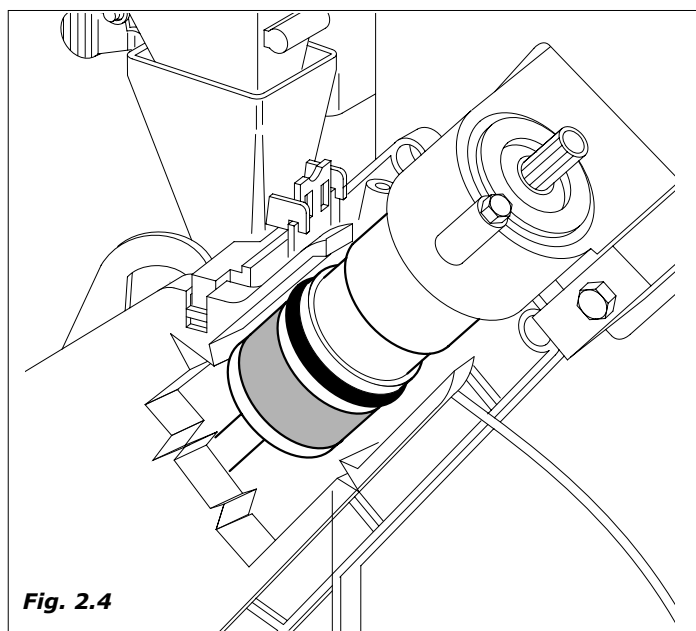
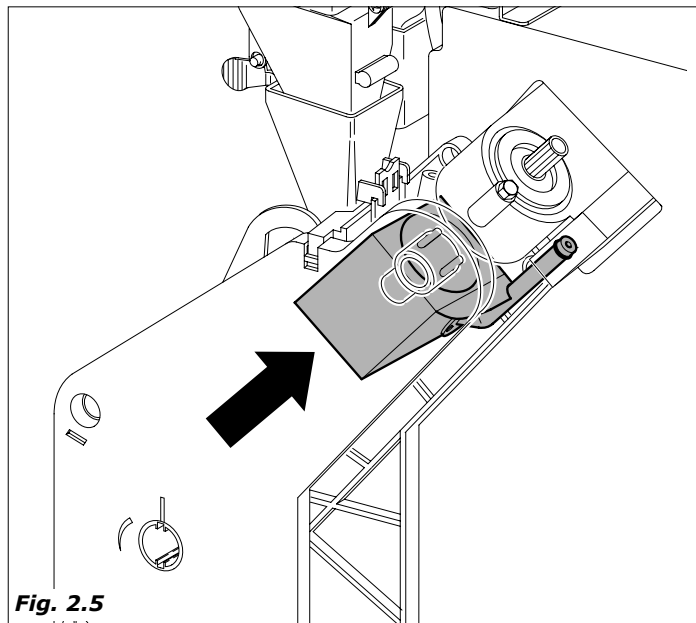

Fig. 2.4
Fig. 2.5
- Se activa el motorreductor del grupo de café hasta llegar a la posición de erogación, lo que provoca el prensado de la pastilla (Fig.2.4 - Fig.2.5).